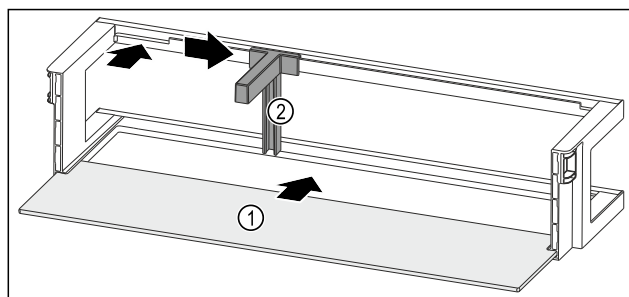

Fig. 255 Dveřní přihrádka s odkládací plochou
- Odkládací plochu Fig. 255 (1) zasuňte do bočních vybrání.
- Držák lahví Fig. 255 (2) vložte do vybrání.
- Držák lahví Fig. 255 (2) posuňte na stranu do požadované polohy.